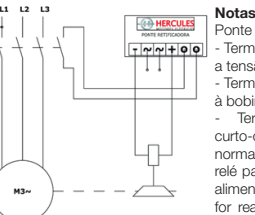

Figura 2 – Esquema de ligação para a ponte retificadora para frenagem rápida
B) Frenagem rápida: deste modo a alimentação da ponte retificadora deve ser feita conforme a Figura 2.